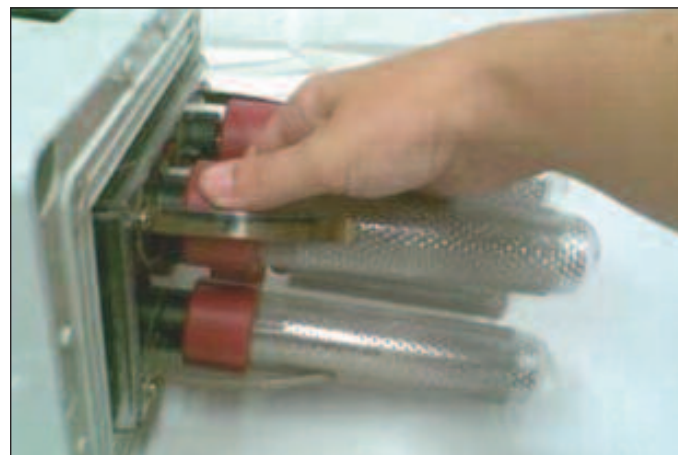
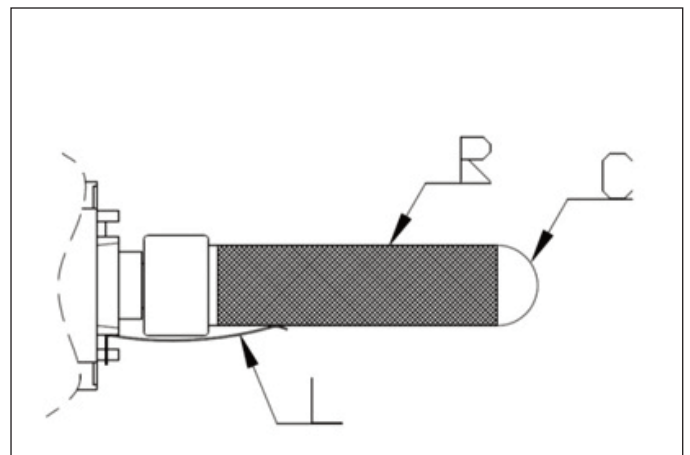

fig. 38
fig. 39
- 4) Svitare delicatamente il condensatore al quarzo (C fig. 39) agendo sulla bussola in plastica rossa alla base del condensatore (fig. 38).
- 5) Sfilare la rete (R fig. 39) esterna al tubo: se l'operazione risulta difficoltosa, ruotare leggermente la rete attorno al condensatore al quarzo.
- 4) Gently unscrew the quartz condenser (C fig. 39) using the red plastic bushing at the base of the condenser (fig. 38).
- 5) Remove the mesh (R fig. 39) from the outside of the tube. If the operation is difficult, lightly rotate the mesh around the quartz condenser.
10) Riposizionare la rete metallica sul condensatore sovrapponendola alla griglia interna e controllare che la linguetta (L fig. 39) sia a contatto con la stessa e la prema contro il vetro al quarzo del condensatore (C).
10) *Reset the metal mesh on the condenser overlapping the inner grill and check the tab (L fig. 39) is in contact with the metal net and push it against the glass of the capacitor (C).*